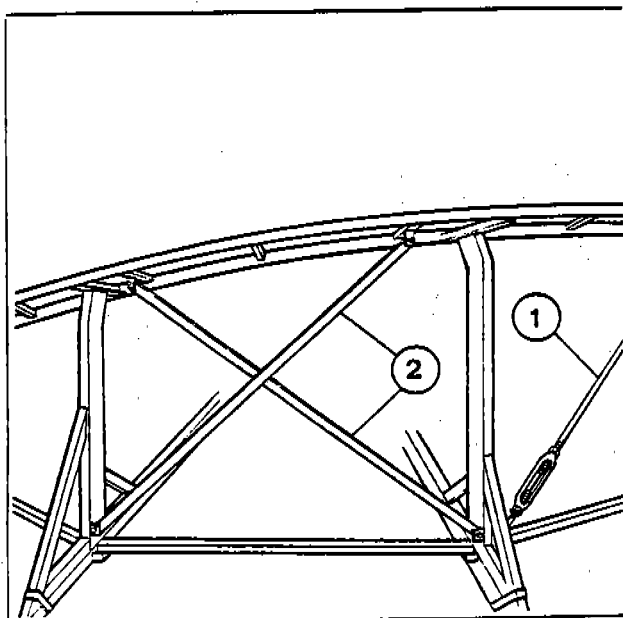

Fig. 24
- c) Connect all rail supports with transversal tension rods (Fig. 24, 1 and 2); numbers and marks must always match.
- c) Collegare le gambe con traversi/tiranti incrociati (1-2-Fig. 24). Rispettare sempre la giusta sequenza con le sigle riportate sui traversi/tiranti e gambe.
- d) Serrare tutte le viti di fissaggio binario con chiave e mettere in tensione i tiranti (1-Fig. 24).